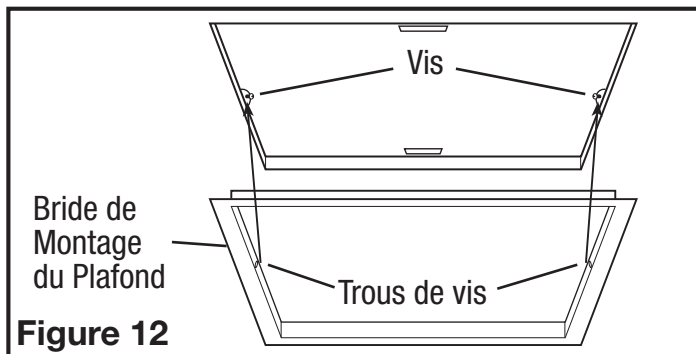

Figure 12
4. Installez la bride de montage au plafond pour couvrir tous les espaces qui existent entre le boîtier et le plafond fini. Retirez les deux vis qui relient la bride de montage au boîtier. Placez un scellant (non fourni) sur le bord intérieur de la bride de montage au plafond pour assurer que la bride est scellée au plafond. Alignez les trous de vis dans la bride de montage au plafond avec les trous de vis à l'intérieur du boîtier et appuyez la bride en place afin qu'elle soit bien serrée contre le plafond. Réinstallez les vis de la bride de montage à l'intérieur du boîtier (**Figure 12**).